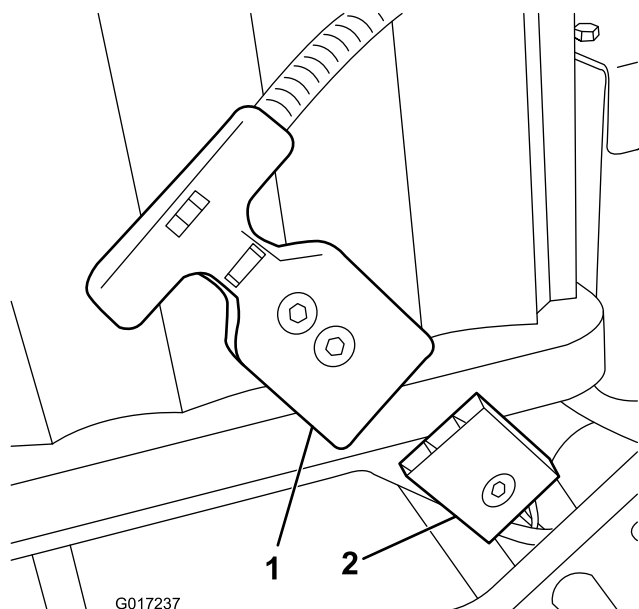

Figura 13
Nota: Qualora risulti impossibile far combaciare la presa del pacco batteria con la spina di cablaggio della macchina mentre il pacco batteria è installato, collegate invece il cablaggio al pacco batteria e quindi installate il pacco batteria. Rimuovete il connettore dell'alimentazione principale (Figura 13) dalla base della batteria. Montate il connettore sulla batteria come indicato. Installate la batteria sulla base, inserendo il cablaggio attaccato nell'apposito foro, quindi fissate il
15. Collegate il connettore della maniglia a T del cablaggio principale con il connettore dell'alimentazione principale sulla base della batteria (Figura 13).